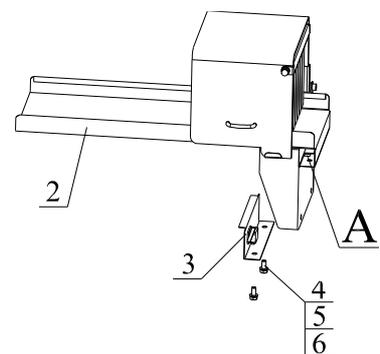
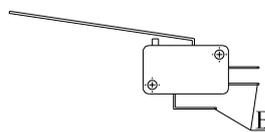

Рис.2
Рис.3
- Протянуть провод питания микро выключателя через паз *A* (рис.2) в платформе (поз.2) и монтировать наконечники проводов на соответствующие клеммы *Б* (рис.3).